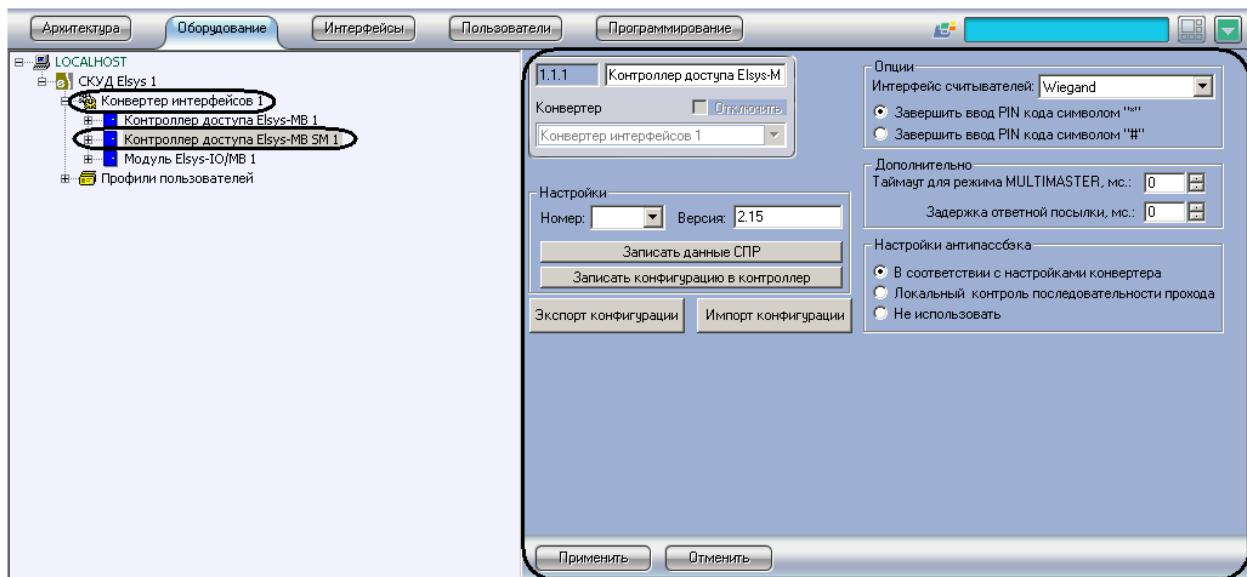

Рис. 3.3-3 Объект Контроллер доступа Elsys-MB SM
1. Создать на базе объекта **Конвертер интерфейсов** объект **Контроллер доступа Elsys-MB SM** (Рис. 3.3-3).